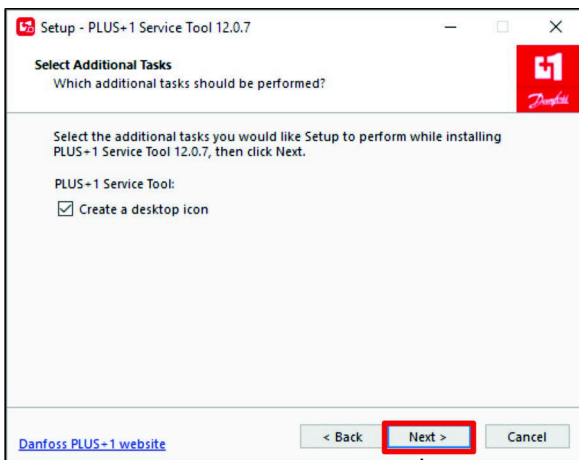

Figure 25
7. Dans la boîte de dialogue Sélectionner des tâches supplémentaires, cliquez sur le bouton SUIVANT (Figure 25).